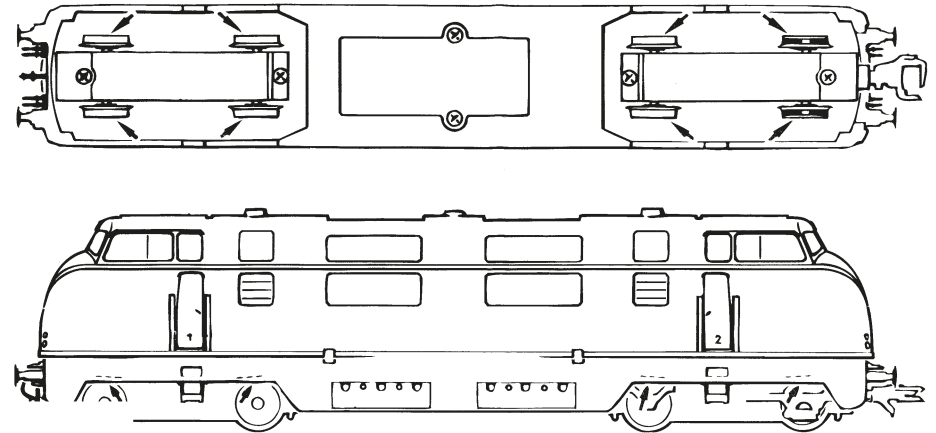

Fig. 4
Mehrzugbetrieb: Zuerst Lokgehäuse abnehmen (Fig. 4). Danach den Brückenstecker aus der Schnittstelle entfernen (diesen sorgsam aufbewahren). Danach den Stecker des Steuerbausteins lagerichtig einsetzen (siehe Fig. 5).
2. Schmierung: Versehen Sie die im Schmierplan in Fig. 8 gekennzeichneten Stellen mit nur **kleinen Öltropfen**. Dazu zuerst das Lokgehäuse abnehmen (Fig. 4). Wir empfehlen den ROCO **Öler Art.-Nr. 10906**. Fürs Schmieren der Getriebeteile (Zahnräder, Schnecke) empfehlen wir das **ROCO-Spezialfett Art.-Nr. 10905**. Im Falle der Schmierung diese Teile **nicht ölen**.
3. Lämpchenwechsel: Bitte nehmen Sie zuerst das Lokgehäuse ab (Fig. 4). Danach können Sie die **Lämpchen** wechseln (Fig. 9).
5. Kohlebürstenwechsel: Lokgehäuse abnehmen (Fig. 4). Danach wird der Motor ausgebaut und die Kohlebürsten ausgewechselt (Fig. 10).
2. Lubrication: Apply **tiny oil drops** to spots marked in fig. 8. Prior to lubrication dismantle locomotive (fig. 4). We recommend using item no. **10906, ROCO oiler**. For lubrication the gearparts (e.g. cogwheels, worm) we would recommend our ROCO **special grease** (item no. **10905**).
3. Change of lights: First remove loco body and the tender body (fig. 4) and then change lights (fig. 9).
5. Carbon Brush Changing: First remove loco body (fig. 4), and then the motor (fig. 10).
2. Graissage: N'appliquez **qu'une toute petite goutte** aux endroits indiqués par le plan de graissage (fig. 8) après avoir démonté la caisse de la locomotive (fig. 4). Nous vous recommandons **le graisseur à huile ROCO réf. 10906**. Pour graisser les engrenages (roues dentées, vis sans fin) nous vous conseillons la **graisse spéciale ROCO réf. 10905** pour engrenages en matières synthétiques. Lorsque vous utilisez cette graisse il faut éviter d'huiler ces composants.
5. Remplacement des balais du moteur: Démontez la caisse (voir fig. 4). Démontez ensuite le moteur et échangez le balais (fig. 10).
1. siehe see voir } Fig.4
voir } Fig.4 → 10906 → 10905